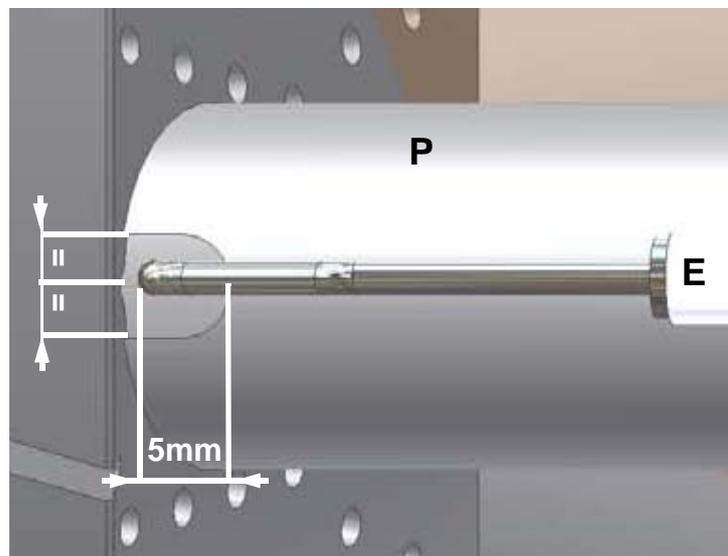

Fig. 27
- 2 scollegare il cavo (CE) dell'elettrodo (E);
- 4 allentare la vite (B) del supporto di bloccaggio che assicura l'elettrodo di accensione (E) al pilota del bruciatore (P);
- 5 estrarre l'elettrodo e sostituirlo facendo riferimento alle quote mostrate in Fig. 27.